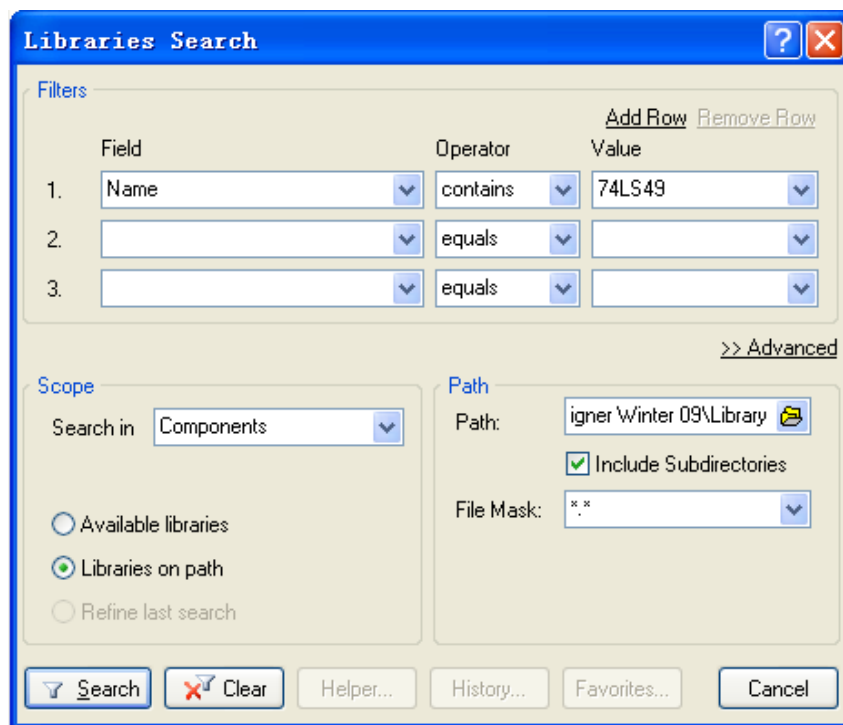

图7-4 库搜索对话框
- （2）在Libraries面板中按下Search按钮，或选择Tools → Find Component，将打开Libraries Search对话框如图7-4所示。
（4）我们想查找所有与74LS49有关的元件，所以在Filters的Field列的第1行选Name, Operator列选Contains, Value列输入74LS49，如图7-4所示。